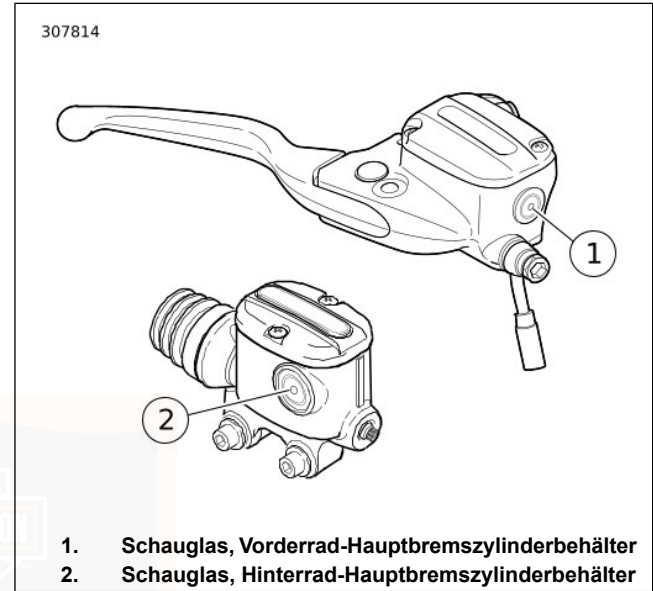

Abbildung 57. Bremsflüssigkeitsschauglas (typisch)
1. Siehe Abbildung 57. Durch das Schauglas im vorderen und hinteren Bremsflüssigkeitsbehälter blicken, um zu prüfen, ob Bremsflüssigkeit vorhanden ist. Bei Bedarf den Lenker zu beiden Seiten drehen oder das Fahrzeug leicht schütteln, um die Flüssigkeit zu bewegen.